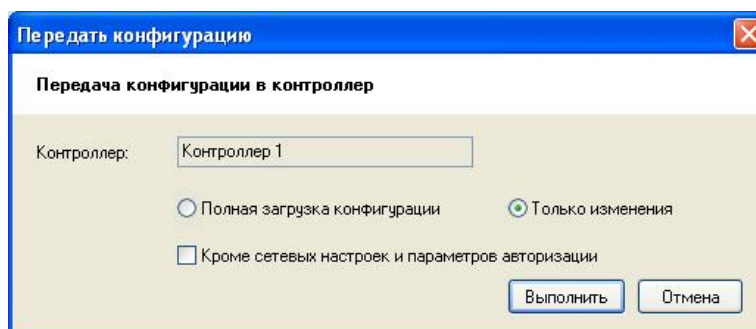

Рисунок 304
- 12) В окне "Выбор контроллера" выберите запись с исходным адресом и нажмите кнопку "Выбрать". На экране появится окно выбора типа загрузки данных (см. Рисунок 304).
- 13) В окне "Передать конфигурацию" выберите "Только изменения", убедитесь, что НЕ отмечена кнопка "Кроме сетевых настроек и параметров авторизации" (см. Рисунок 304) и нажмите кнопку "Выполнить".